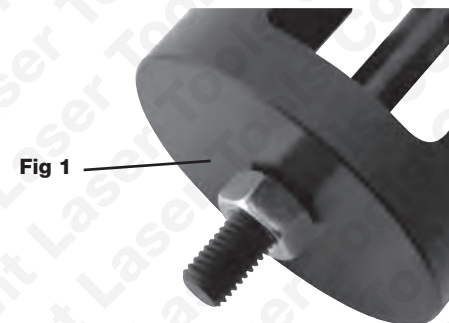

Fig 1
1. Assembler l'outil comme indiqué en Fig.1 et éjecter la douille.